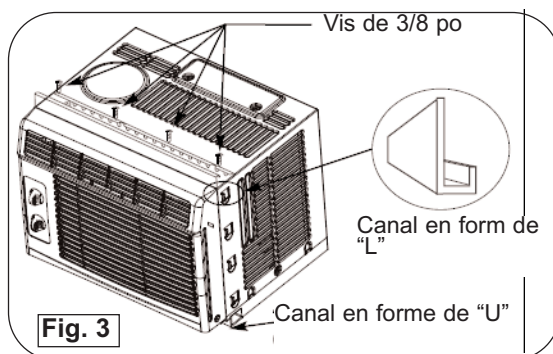

Fig. 3
- Canal supérieur en forme de "L": Installez le canal en forme de "L" au-dessus du caisson tel que montré à la Fig. 3, un utilisant quatre (4) vis de 3/8 po.